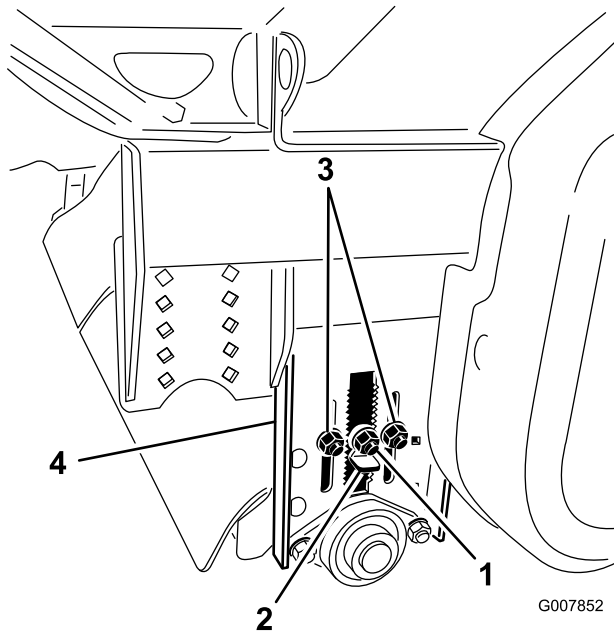

Figura 29
2. Afloje la contratuerca de la llave de ajuste de altura (Figura 29) para poderla sacar 13 mm aproximadamente.
3. Afloje las contratuercas de ajuste de altura del rodillo (Figura 29).
4. Tire hacia fuera de la llave de ajuste de altura y desplace el rodillo trasero hacia arriba o hacia abajo deslizando la placa de ajuste de altura del rodillo a la altura deseada (Figura 29).